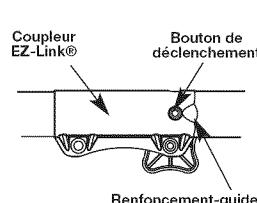

Fig. 3
- Appuyez sur le bouton de déclenchement et maintenez-le enfoncé (Fig. 3).